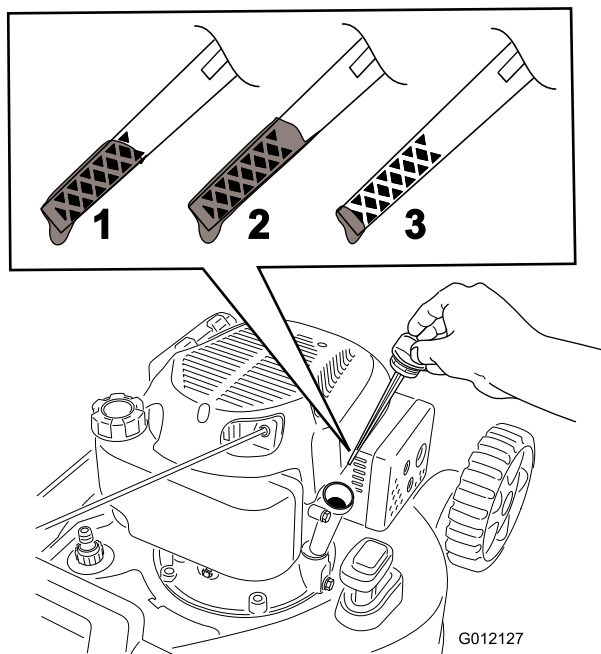

Figure 12
2. Tournez le bouchon dans le sens antihoraire et sortez la jauge (Figure 12).
5. Relevez le niveau d'huile indiqué sur la jauge (Figure 12).
- Si le niveau d'huile est trop bas, (Figure 12), versez avec précaution une petite quantité d'huile détergente SAE 30 ou SAE 10W-30 dans le tube de remplissage, attendez 3 minutes puis répétez les opérations 3 à 5
- Si le niveau d'huile est trop élevé (Figure 12), vidangez l'excédent d'huile jusqu'à obtention du niveau d'huile correct sur la jauge ; voir Vidange de l'huile moteur (page 15).